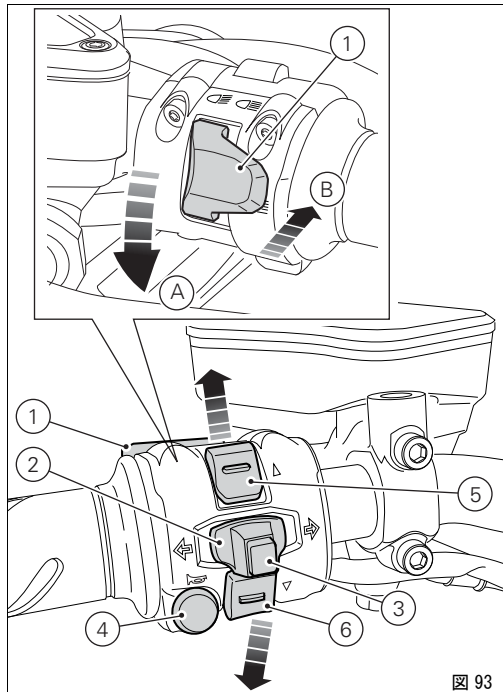

図 93
## 左側スイッチ（図 93）
- 1) デイマースイッチ、ビームの選択、2 ポジション（図 93）：
- 2) ボタン  = ターンインジケータ、3 ポジション（図 93）：